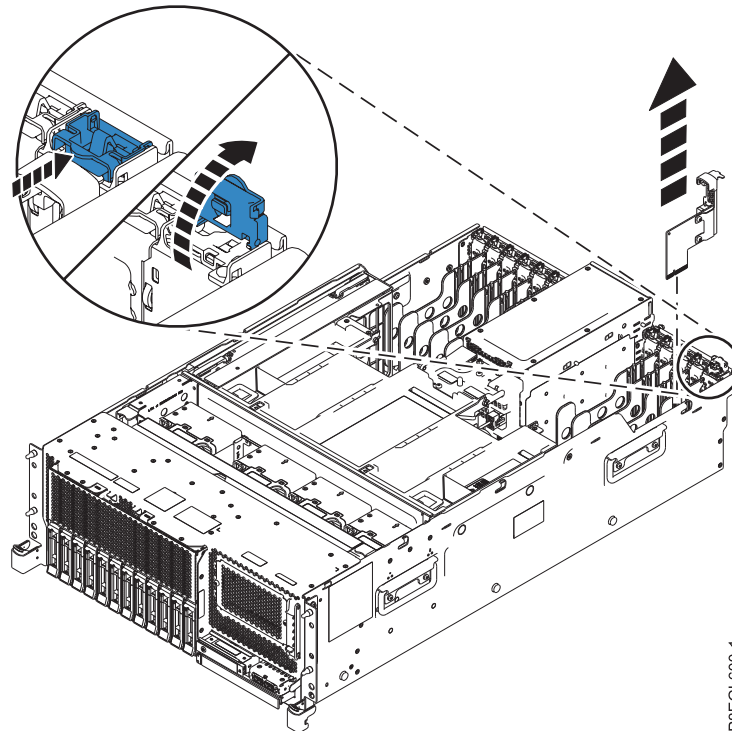
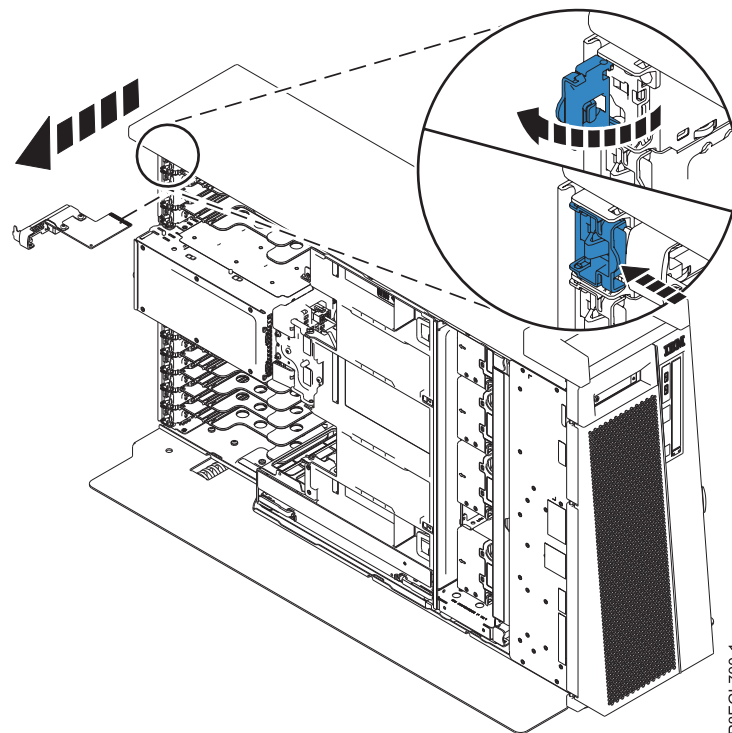

Figura 1. Remover a placa de E/S do sistema de um sistema montado em bastidor
Figura 2. Remover a placa de E/S do sistema de um sistema autónomo
2. Solte o trinco azul ao empurrar o gancho do trinco e, em seguida, levante o trinco de bloqueio azul na direcção demonstrada em Figura 1 na página 5 e Figura 2 na página 5. Esta acção solta a placa de E/S do sistema da ranhura no volume posterior do sistema.